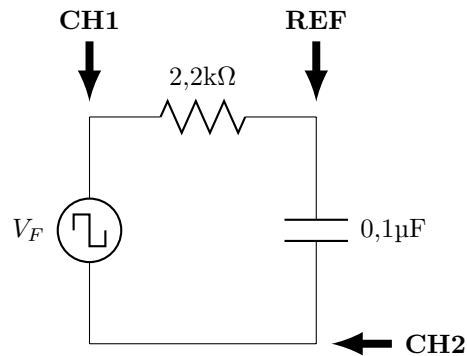

Figura 9.1: Circuito de carga y descarga de un capacitor.
- Arme el circuito de la Figura 9.1 y conecte el osciloscopio de rayos catódicos tal y como se indica. Haga que el voltaje de salida del generador sea $5 V_P$.